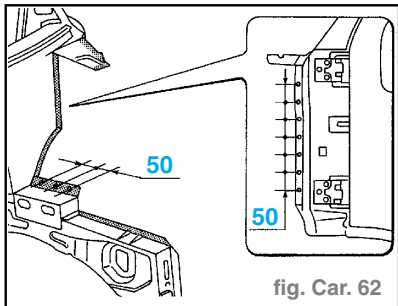

fig. Car. 62
- Effectuer des trous équidistants sur les bords du flanc indiqués dans la figure. (fig. Car. 62)